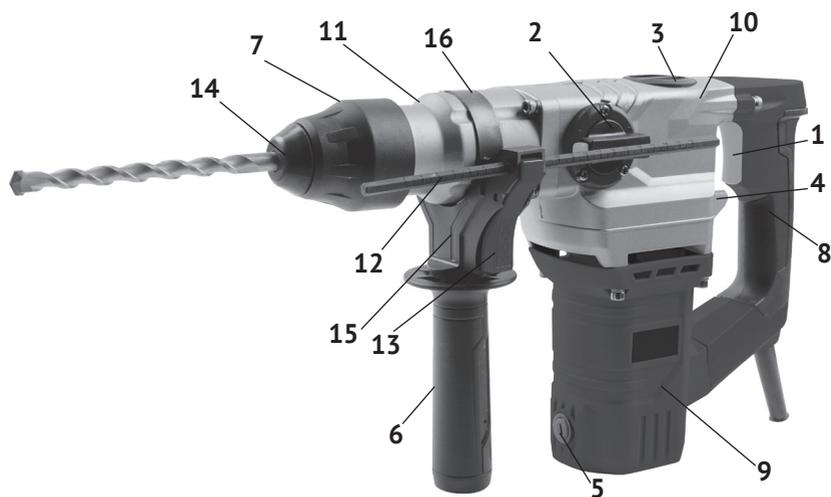

рис. 1
1.6 Общий вид перфоратора представлен на рис.1:
1.7 Перфоратор состоит из вертикально расположенного коллекторного двигателя в пластиковом корпусе (рис.1 поз.9) и шестерёнчатого редуктора с кривошипно-шатунным механизмом, расположенных в металлическом корпусе (рис.1 поз.10). Крутящий момент с якоря электродвигателя через систему шестерён, передаётся на вал с патроном SDS – plus (рис.1 поз.7), расположенный перпендикулярно оси двигателя. Вертикальное расположение двигателя упрощает конструкцию редуктора, что приводит к увеличению ресурса перфоратора. Кривошипно-шатунный механизм приводит в действие пневматический ударный механизм перфоратора. На корпусе редуктора, со стороны рукоятки (рис.1 поз.8), расположен переключатель режимов (рис.1 поз.4) работы: «сверление с ударом» или «сверление» (отключён ударный механизм).
В зависимости от вида выполняемой работы, в патрон SDS – plus вставляется необходимая насадка (пика, долото, бур) с соответствующим хвостовиком, или переходник SDS-plus/сверлильный патрон для установки сверлильного патрона (не входят в комплект поставки), если необходимо работать только в режиме «сверление». Дополнительная рукоятка (рис.1 поз.6) хомутом суппорта (рис.1 поз.16) крепится на корпусе ствола (рис.1 поз.11). Фиксируется, закручиванием рукоятки по часовой стрелке, в любом положении (от 0° до 360°), что удобно пользователю, как «правше», так и «левше».
В отверстие суппорта (рис.1 поз.15) дополнительной рукоятки вставляется, при необходимости, стержень-ограничитель глубины сверления (рис.1 поз.12). Пластиковый стержень имеет метрическую разметку для удобства установки необходимой глубины просверливаемого отверстия.
1.8 Клавиша выключателя (рис.1 поз.1) расположена в передней части основной рукоятки (рис.1 поз.8), крепящейся: к корпусу двигателя – нижней частью и к редуктору – верхней частью. Включение/отключение инструмента осуществляется нажатием/отпуском клавиши выключателя.
Сбоку, на корпусе редуктора (рис.1 поз.10) расположен переключатель режимов работы (рис.1 поз.2). Он фиксируется в одном из двух положений по горизонтали, отмеченных символами на корпусе редуктора: «сверло с молотком» (вперёд) - сверление с ударом, «молоток» (назад) - долбление (без вращения). Нажав фиксатор в торце ручки переключателя, поворотом ручки со стрелкой, совместить с нужным символом. Достигнув нужного положения, фиксатор (со щелчком) отжимается, фиксируя ручку в выбранном режиме.
В верхней части редуктора находится пластиковая крышка смазочного окна (рис.1 поз.3). Перед каждым использованием инструмента необходимо отвернуть крышку, проверить наличие смазки на кривошипно-шатунном механизме, при необходимости добавить из ёмкости, входящей в комплект поставки.
На редукторе, ниже клавиши выключателя, находится переключатель режимов работы (рис.1 поз.4) с двумя фиксированными положениями: «сверло с молотком» - сверление с ударом и «сверло» - сверление (отключение ударного механизма). Соответствующие символы нанесены на корпусе редуктора.
2.2.1 Выбрать насадку, для предполагаемого вида работы и зафиксировать её в патроне. Для установки нужной насадки: отвести, преодолевая сопротивление пружины, втулку патрона (рис.1 поз.7) назад, вставить, найдя нужное положение поворотом вокруг своей оси, насадку в патрон (приблизительно на 40 мм), отпущенная втулка, смещаясь вперёд за счёт пружины, зафиксирует насадку в патроне.
- при необходимости, в отверстие суппорта (рис.1 поз.15), вставить стержень-ограничитель глубины сверления (рис.1 поз.12) ребристой плоскостью от инструмента, нажав на кнопку фиксации (рис.1 поз.13);
хомут (рис.1 поз.16) вращением рукоятки по часовой стрелке.
- включение перфоратора осуществляется нажатием на клавишу выключателя (рис.1 поз.1);
- при работе в режиме сверление без удара, переключатель (рис.1 поз.4) установить в положении «сверло», а переключатель (рис.1 поз.2) в положении «сверло с молотком». При этом режиме перфоратор может работать с патроном SDS – plus, но, как правило, устанавливается ключевой патрон;
- при работе в режиме сверление с ударом, переключатель (рис.1 поз.4) в положении «сверло с молотком», и переключатель (рис.1 поз.2) в положении «сверло с молотком»;
- при работе в режиме долбление, переключатель (рис.1 поз.4) в положении «сверло с молотком», а переключатель (рис.1 поз.2) в положении «молоток».
3.2 Для замены щёток необходимо открутить крышки щёткодержателей (рис.1 поз.5), расположенные с двух сторон в нижней части корпуса двигателя. Вынуть щётки из щёткодержателей и заменить их новыми. Щётки следует заменять парой для обеспечения равной степени их давления на коллектор якоря.